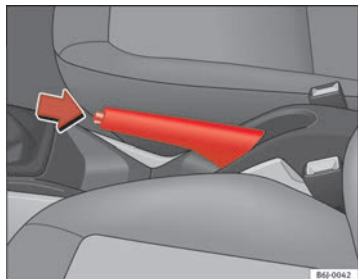

Fig. 106 Il freno a mano, ubicato tra i due sedili anteriori
- Tirare la leva del freno a mano verso l'alto ⇒ fig. 106.
- Tenendo premuto (nella direzione indicata dalla freccia ⇒ fig. 106) il tasto di sblocco, spostare prima la leva leggermente verso l'alto e poi abbassarla del tutto ⇒ ⚠.